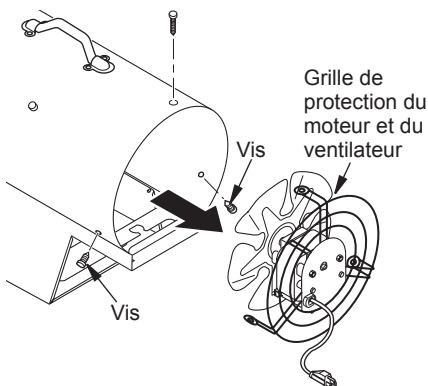

Figure 9 - Installation du moteur et de la grille de protection du moteur dans l'appareil de chauffage
11. Positionnez le moteur et la grille de protection du ventilateur à l'arrière de l'habillage de l'appareil de chauffage. Vérifiez que le cordon électrique est bien positionné (voir figure 9).
12. Insérez trois vis à travers l'habillage de l'appareil de chauffage et dans la grille de protection du ventilateur (voir figure 9). Resserrez les vis fermement.
8. Installez le moteur et la grille de protection du ventilateur à l'arrière de l'habillage de l'appareil de chauffage. Vérifiez que le cordon électrique est bien positionné (voir figure 9).